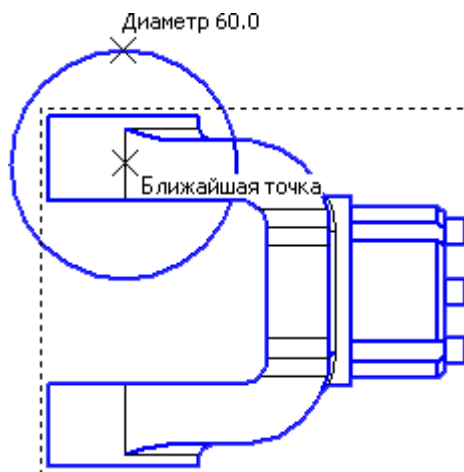

Рисунок 17.
- Постройте окружность на верхней проушине в том месте, где необходимо получить местный разрез (рис. 17).